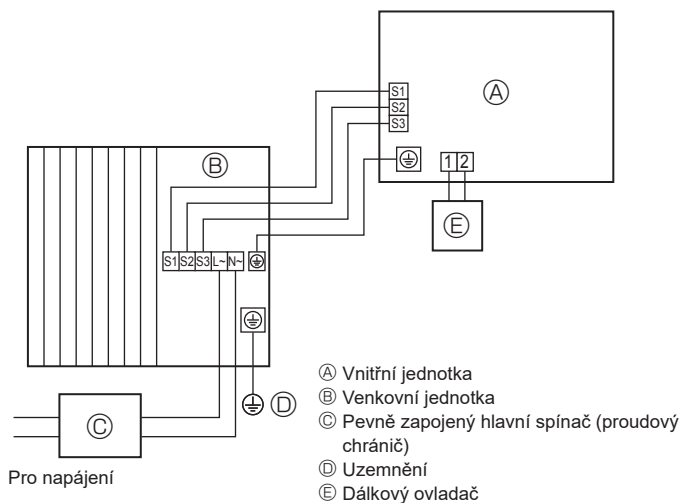
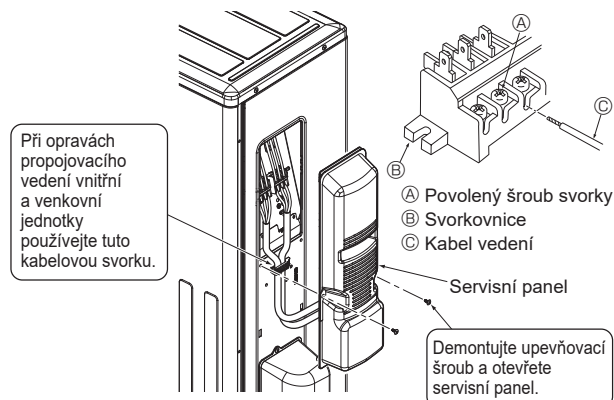

Fig. 6-1
Fig. 6-3
6.1. Venkovní jednotka (Fig. 6-1, Fig. 6-2, Fig. 6-3)
① Sejměte servisní panel.
② Zapojte kabely podle ilustrací Fig. 6-1, Fig. 6-2 a Fig. 6-3.